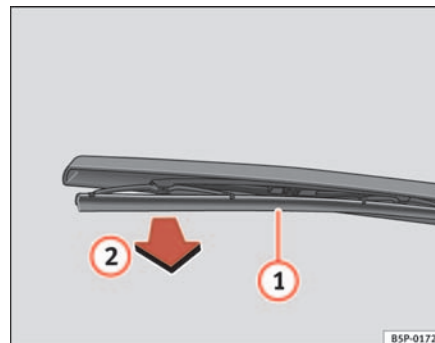

Fig. 149 Cambio de la escobilla del limpialuneta
- Separe el brazo del limpialuneta de la luneta ⇒ fig. 149
- Desenclipe la escobilla ① y tire de ella ②. ⇒ página 226, fig. 149